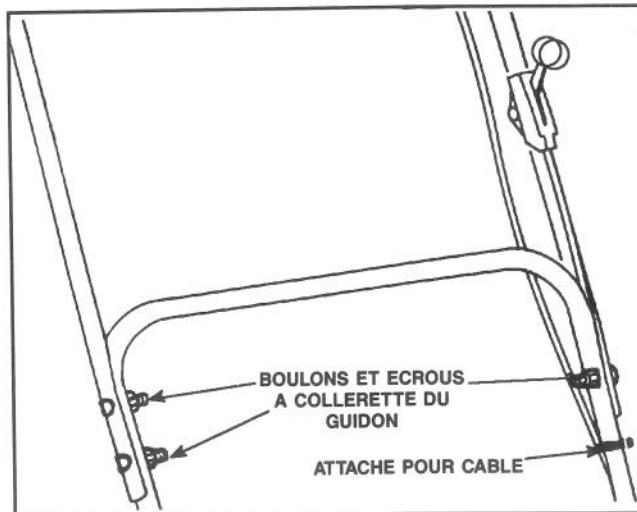

Figure 2
3. SECTION SUPERIEURE (figure 2)—Montez les sections inférieure et supérieure du guidon à la position voulue au moyen des boulons et écrous prévus. Fixez les câbles de commande à l'aide d'une attache.